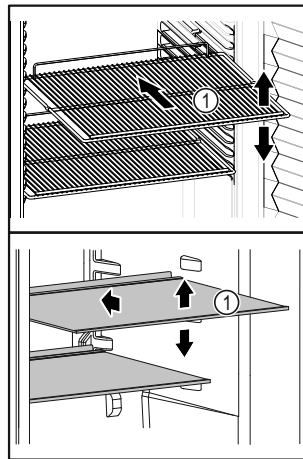

Fig. 40 Ενδεικτική απεικόνιση
- ❑ Εάν τα ράφια Fig. 40 (1) είναι ρυθμιζόμενα, προσαρμόστε τα ανάλογα με το ύψος.